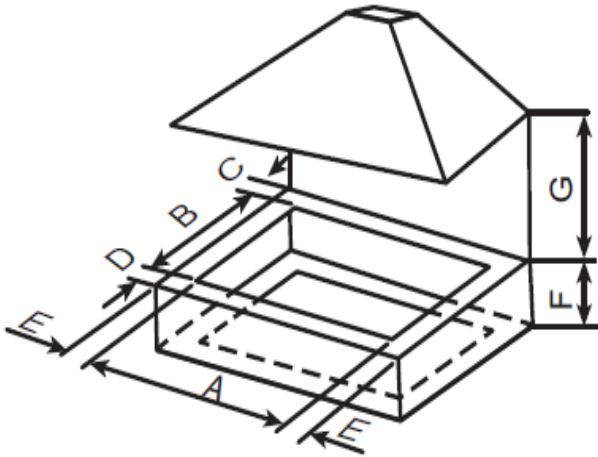

Fig. 4
- De kookplaat kan worden bevestigd aan elk werkblad met een dikte van 40 tot 50 mm. Er mag geen overhangend oppervlak of afzuigkap dichterbij dan 750 mm bij de kookplaat worden geplaatst. Voeg ze toe zoals aangegeven in fig. 4. Bij montage van een jumperunit van 600 mm boven de 700 mm kookplaat kunnen de zijanten van aangrenzende kasten kleiner zijn dan 760 mm, tot 334 mm, zolang ze bestand zijn tegen hitte en stoom. De kookplaat heeft een speciale pakking die voorkomt dat vloeistof in de behuizing komt. Volg deze instructies om deze pakking correct aan te brengen: